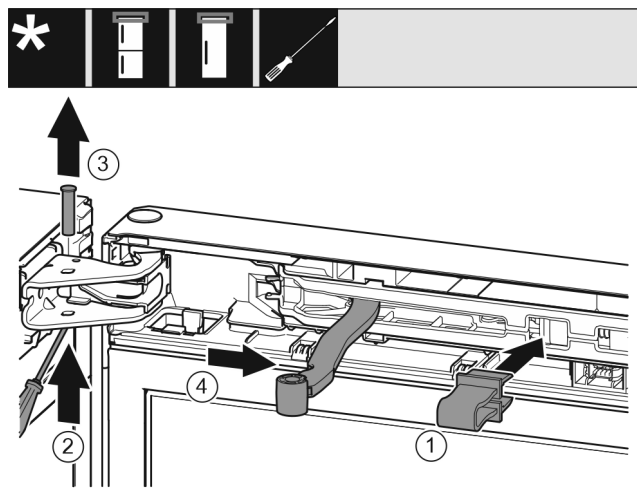

Fig. 6
- ▶ Фиксирайте предпазителя в отвора. Fig. 6 (1)
- ▶ С отвертката избутайте болта. Fig. 6 (2)
- ▶ Извадете болта нагоре. Fig. 6 (3)
- ▶ Завъртете шарнира в посока към вратата. Fig. 6 (4)